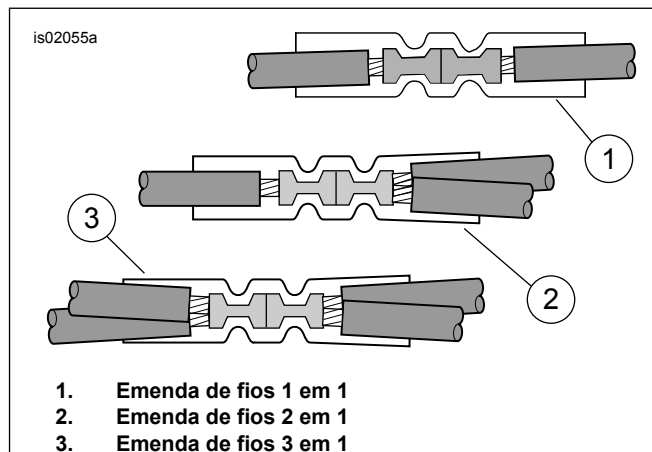
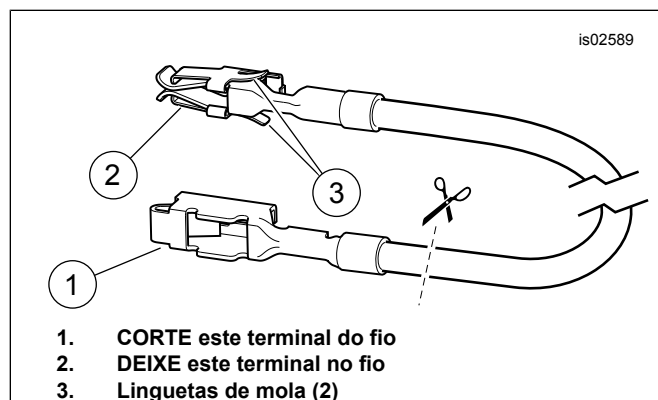
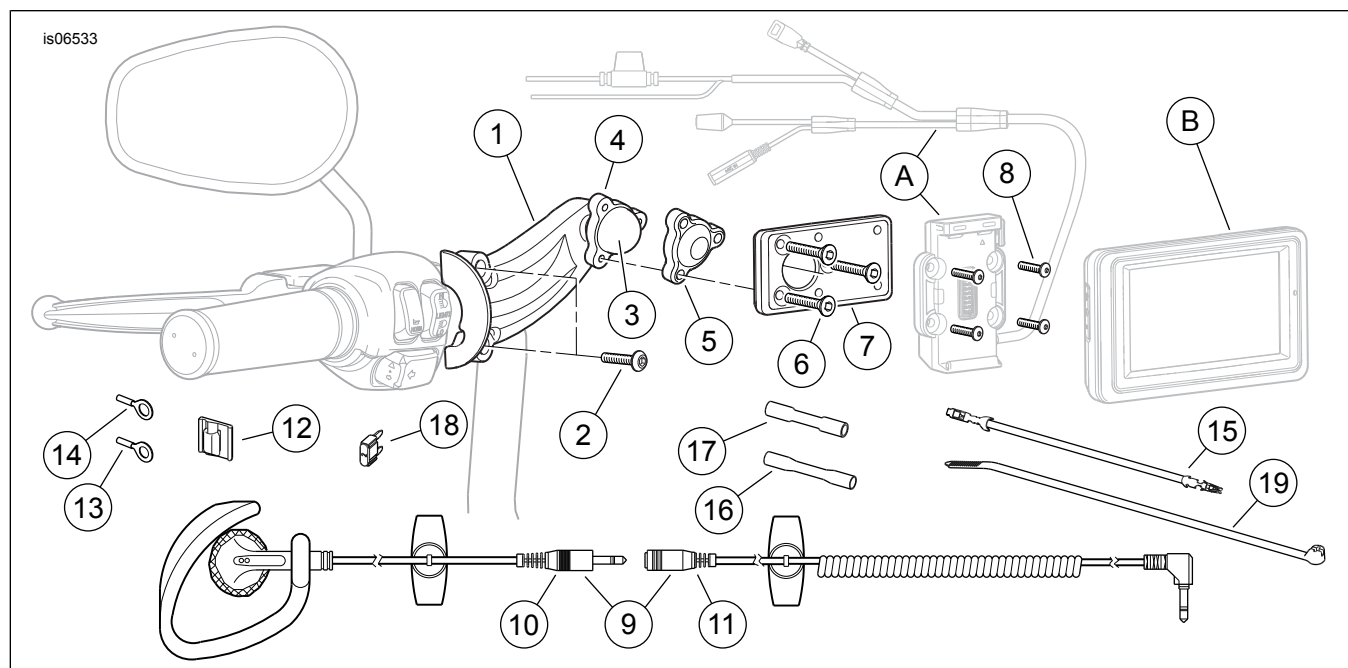

Figura 6. Configurações da emenda
Figura 7. Fio adaptador do bloco de fusíveis (Dyna e Softail)
Figura 16. Peças de reposição, kit de GPS Road Tech Zumo 660 e Zumo 665 para instalação em guidom
4. Veja Figura 16. Pegue um conector de emenda selada (3) do kit. Veja Figura 6, a configuração de emenda de fios 2 para 1. Emende o fio de alimentação do chicote de fios do Zumo nos fios laranja/branco do chicote de fios principal, de acordo com as instruções localizadas no apêndice do Manual de serviço.
3. Veja Figura 16. Pegue o fio adaptador laranja/branco do bloco de fusíveis (15) do kit. Observe o terminal em cada extremidade (veja Figura 7). Somente o terminal com linguetas de mola caberá neste bloco de fusíveis. Corte cuidadosamente o terminal não usado do fio e descarte-o.
6. Veja Figura 16. Pegue o conector de emenda selada azul (17) do kit. Veja Figura 6 a configuração de emenda de fios 1 para 1. Emende o fio de alimentação do chicote de fios do Zumo no fio adaptador, de acordo com as instruções no apêndice do Manual de serviço.
7. Veja Figura 16. Instale o fusível de 2 A (18) do kit na cavidade do fusível "OPEN" (aberta) para completar o circuito.
3. Veja Figura 16. Pegue o conector de emenda selada azul (17) do kit. Veja Figura 6, a configuração de emenda de fios 2 para 1. Emende o fio de alimentação do chicote de fios do Zumo nos fios laranja/branco, de acordo com as instruções localizadas no apêndice do Manual de serviço.
7. Veja Figura 16. Instale o fusível 2 A (18) do kit na cavidade de fusíveis "P&A IGN" para completar o circuito.
3. Veja Figura 16. Pegue o conector de emenda selada azul (17) do kit. Veja Figura 6, a configuração de emenda de fios 2 para 1. Emende o fio de alimentação do chicote de fios do Zumo nos fios laranja/branco do chicote de fios principal, de acordo com as instruções localizadas no apêndice do Manual de serviço.
- Veja Figura 16. Corte o que sobrar do fio laranja/branco do chicote do Zūmo. Usando o conector de emenda selada azul (17) do kit, emende o referido fio no fio adaptador instalado no Passo 4.
- Instale o fusível 2A (18) do kit na cavidade do fusível marcada com "P&A IGN", "2A MAX" para completar o circuito.
- Consulte Figura 16. Corte o que sobrar do fio laranja/branco do chicote de fios do Zūmo. Usando o conector de emenda selada azul (19) do kit, emende o referido fio no fio adaptador instalado no Passo 4.
- Instale o fusível de 2 A (20) do kit na cavidade do fusível 1A-1B (4) para completar o circuito.
- Veja Figura 16. Pegue o conector de emenda selada azul (17) do kit. Veja Figura 6, a configuração de emenda de fios 2 para 1. Emende o fio de alimentação do chicote de fios do Zumo nos fios laranja/branco do chicote de fios principal, de acordo com as instruções localizadas no apêndice do Manual de serviço.
- Instale o fusível de 2 A (18) do kit na cavidade do fusível para completar o circuito.